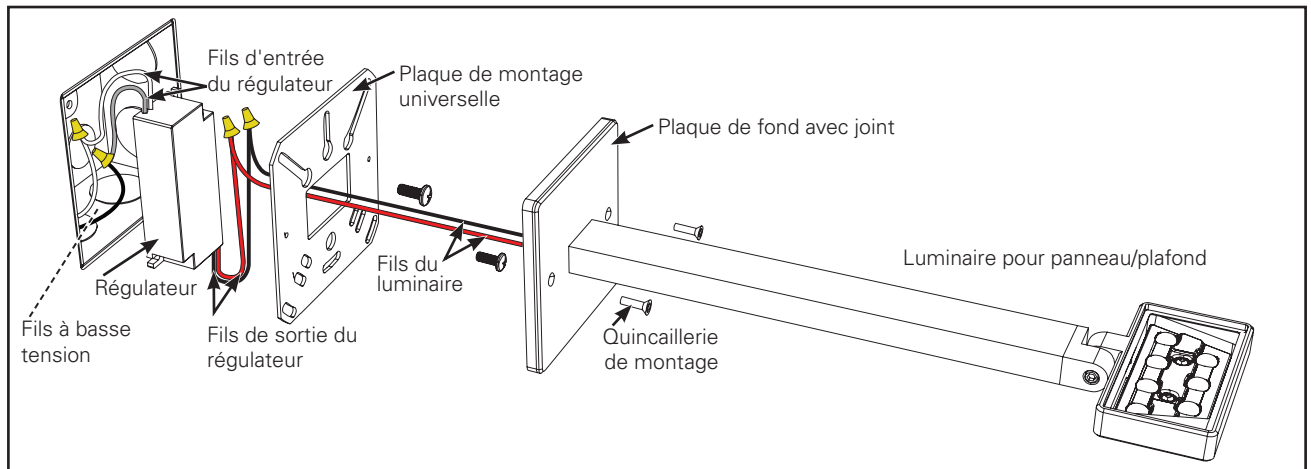

Figure 1.
1. Déballez le luminaire EON pour panneau/plafond et vérifiez que vous disposez bien de toutes les pièces (luminaire 303-S1, plaque de montage universelle, 2 vis 8-32 à tête plate, et conducteur de classe2). Les articles suivants sont nécessaires, mais ne se trouvent pas dans l'emballage: connecteurs de fils résistants à l'eau, clé hexagonale 5/64 po et 9/64 po et quincaillerie de fixation de boîte de jonction. (Figure 1).